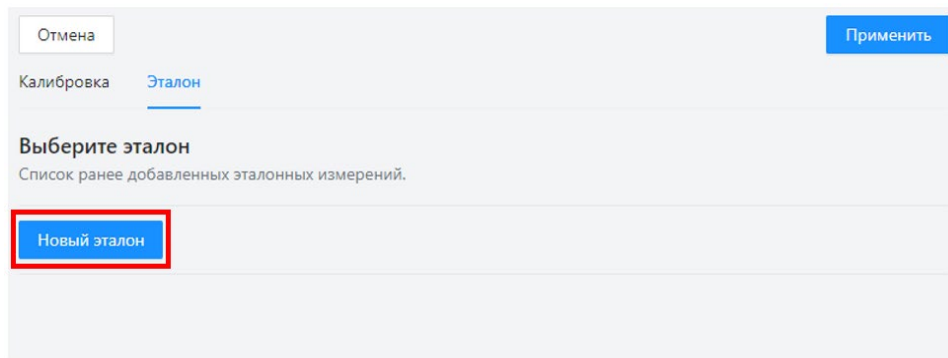

Рисунок 32 – Выбор эталона
4. Укажите массу вагонов, которые будут участвовать в калибровке. Для этого нужно нажать кнопку «Новый эталон» или выбрать эталон из списка (Рисунок 32).